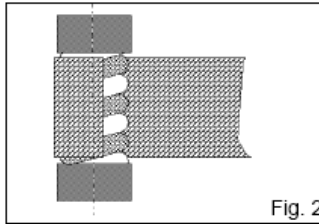
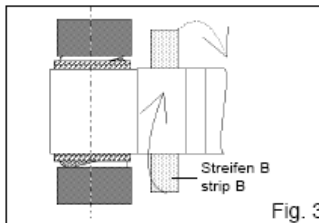

Fig. 2
Fig. 3
Geflechtband (2) um den Außenleiter legen, Fig. 2. Kupfererdungsschelle (3) über das Geflechtband legen. Butyl Dichtungsmasse (5) gemäß Tabelle nach Hohlleitertyp zurechtschneiden. Papierlagen vor der Verarbeitung entfernen. Streifen B dicht am Hohlleiter mittig zwischen die Erdungsableitungen legen und vor bzw. hinter die Ableitung falten und fest andrücken, Fig. 3.
Wrap the flexible braided copper strip on top, Fig. 2. Push copper earthing clamp (3) around the braided strand. Cut Butyl sealing compound to length given in the table next side. Remove layers of paper before working. Put strip B centric between the earthing outlets, close to the cable, fold one end in front of and the other one behind the outlet, Fig. 3.